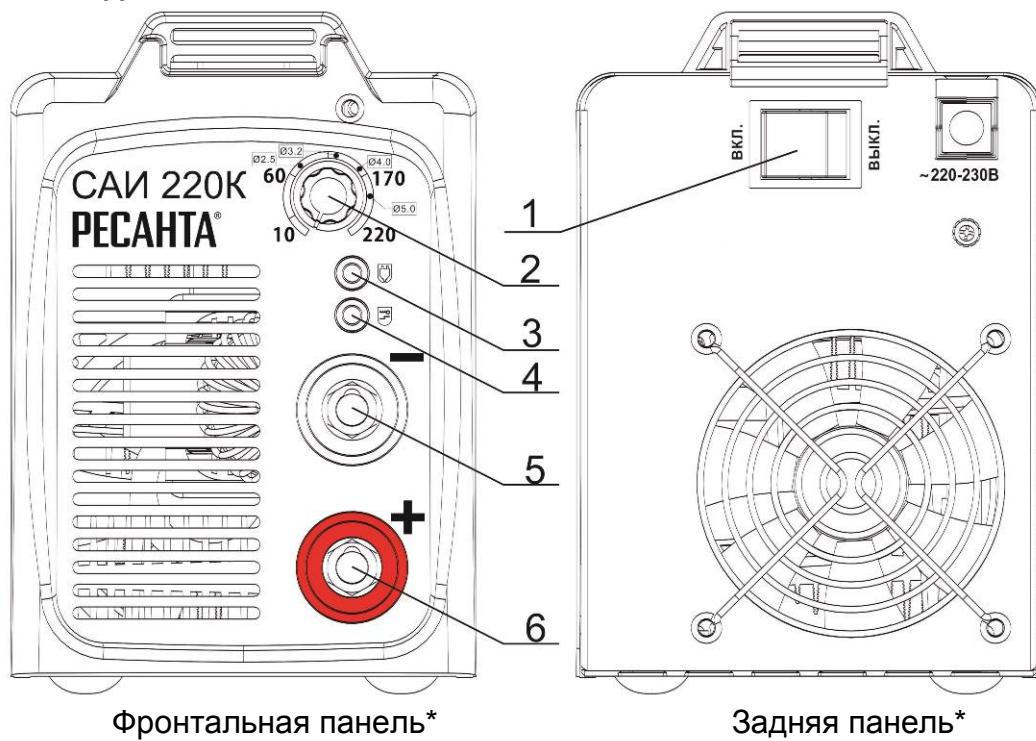

рис. 1
Изделие выполнено в металлическом корпусе. На передней панели имеется регулятор величины сварочного тока (рис.1 поз.2), индикатор "сеть" (рис.1 поз.3), индикатор "перегрев" (рис.1 поз.4), а также силовые разъемы подключения сварочных кабелей (рис.1 поз.5,6). Аппарат оснащен принудительной системой вентиляции, ввиду этого, категорически запрещается закрывать чем-либо вентиляционные отверстия в корпусе.
1. Присоединить к силовым клеммам (см. рис.1 поз. 5 и 6) аппарата кабель с электрододержателем и кабель заземления в зависимости от требуемой для данной марки электрода полярности. В большинстве случаев кабель с электрододержателем подсоединяется к плюсовой клемме, а кабель заземления (масса) к минусовой клемме.
2. Убедиться в том, что выключатель "Сеть" (рис.1 поз. 1) находится в положении "ВЫКЛ".
4. Убедиться в том, что регулятор (рис.1 поз. 2) находится в положении минимального сварочного тока.
5. Включить аппарат выключателем "Сеть" (рис.1 поз.1).
6. Вставьте необходимый электрод в электрододержатель и поворотом регулятора величины сварочного тока (рис.1 поз. 2) установить требуемое значение, согласно нижеприведенной таблице. Рекомендуется всегда следовать инструкциям производителя электродов, так как в ней указаны и полярность подсоединения кабелей, и оптимальный ток сварки.
8. После окончания производства сварочных работ установить регулятор (рис.1 поз. 2) в положение минимального сварочного тока.
9. Выключить аппарат выключателем "Сеть" (рис.1 поз.1).
- Держа сварочную маску перед лицом, «чиркните» электродом по поверхности свариваемой детали (как при зажигании спичкой). Данный метод наиболее продуктивный для зажигания сварочной дуги (рис.1).
1. Не горит индикатор "Сеть" (рис.1 поз.3)	1. Проверить подключение аппарата к сети. 2. Проверить положение выключателя "Сеть".
3. Загорается индикатор "Перегрев" (рис.1 поз.4)	1. Превышение величины ПН. Температура внутри аппарата высокая – дайте остыть аппарату. 2. Повышенное скопление пыли в аппарате – обратиться в сервисный центр